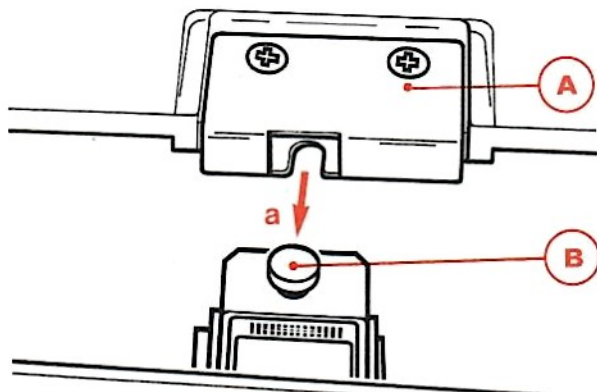

Fig. 4
- Saisir le couvercle et présenter, face aux ergots (B) des charnières, les pièces métalliques de fixation (A) (Fig. 4).